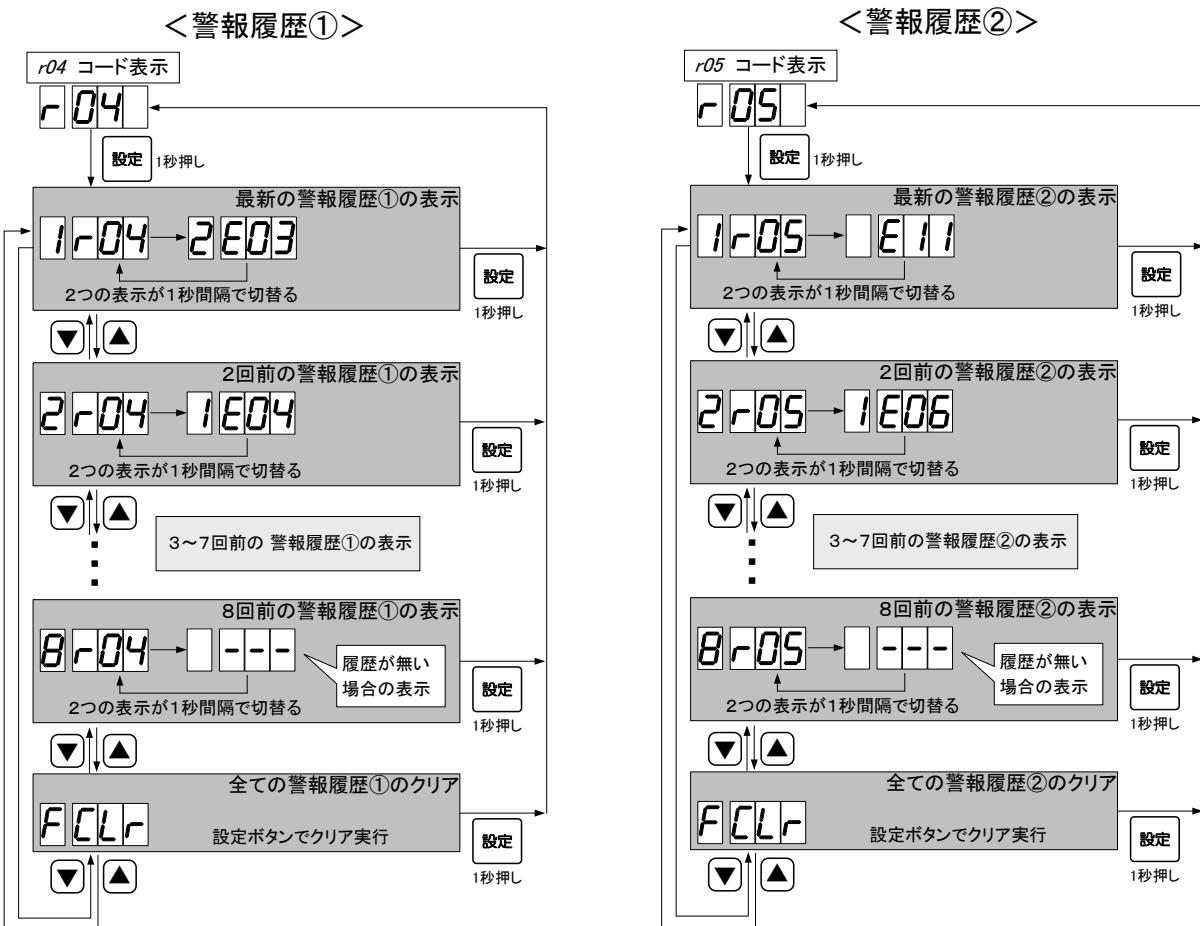

図 19 警報履歴①と②の表示例
- ・警報履歴①は、コード **r04** で、確認することができます。
- ・図 19 に、表示例を示します。
- ・警報履歴②は、コード **r05** で、確認することができます。
- ・保存される警報は、警報履歴①以外(※)です。警報の内容及び、コード表示については、「**[8]故障の原因と対策**」を参照ください。